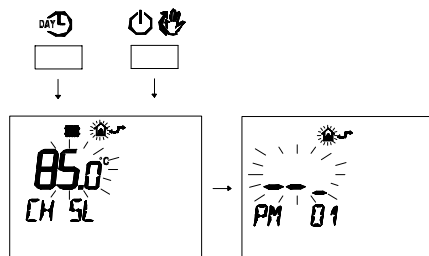

Figura 7.4
- Premere contemporaneamente i pulsanti DAYL e P per entrare nella programmazione trasparente (Figura 7.4).